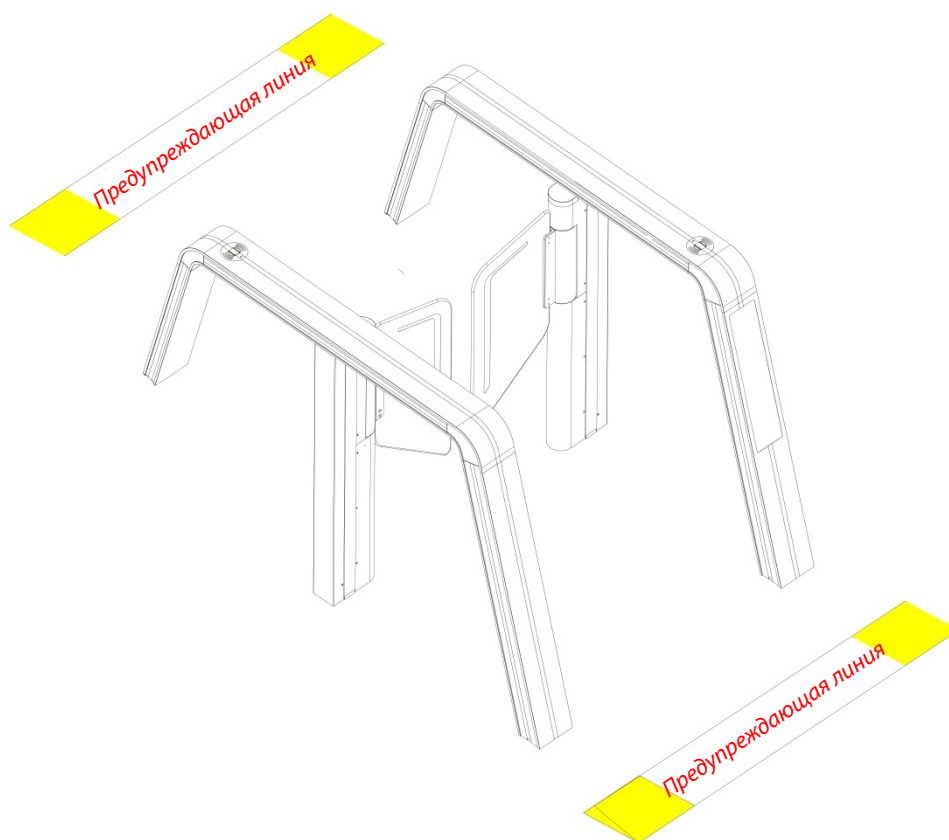

Рис. 2-3
- После установки устройства рекомендуется разметить предупреждающую линию на земле, чтобы проходящий должен стоять за предупреждающей линией при считывании карты. Как показано на Рис. 2-3: